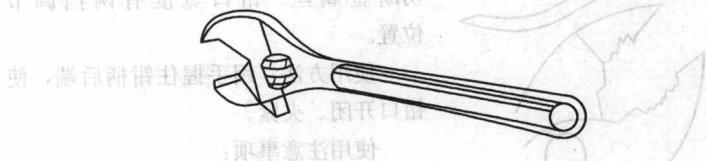

图 1-5 活络扳手
(5) 活络扳手(见图1-5)。活络扳手的开口宽度可调节，能在一定范围内变动尺寸。其优点是遇到不规则的螺母或螺栓时更能发挥作用，故应用较广。使用活络扳手时，扳手口要调节到与螺母对边贴紧。扳动时，应使扳手可动部分承受推力，固定部分承受拉力，且用力必须均匀。